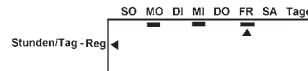

Abb.17
- Drücken **↑** zu Bestätigung. Eine Unterstreichung erscheint unter dem Tag. Der Enthärter wird die Regeneration in den unterstrichenen Tagen durchführen (Abb. 17).